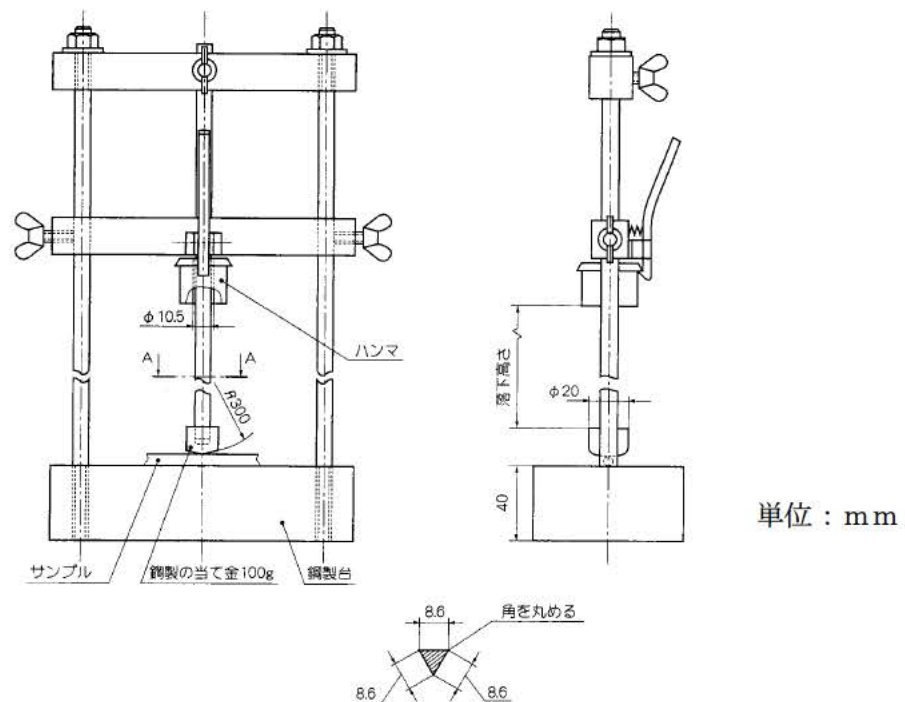

図1 衝撃試験装置
- (1) 試験は12個のサンプルについて行います。
- (2) 試験装置は、図1に示すものを使用し、この装置のおもりの質量は $2.0 \begin{smallmatrix} +0.02 \\ 0 \end{smallmatrix}$  kgとし、落下高さは100±1mmとします。
- (3) 冷蔵庫にてサンプルを-25±2℃の温度に2時間、又はサンプルが規定の温度に達するか、いずれか長い方の時間が経過した後に冷蔵庫から取り出してから10秒以内にサンプルを試験装置の鋼製台の上に置き、おもりを1回落下させます。
- (4) 試験は、サンプルの最も弱い部分で行いますが、電線管接続口の端部より5mm以内の箇所には衝撃を加えないものとします。